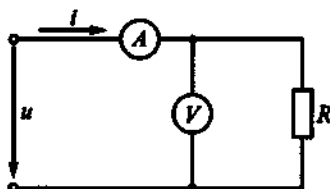

Рис. 68
3.5. Напряжение на зажимах цепи (рис. 68) $u = 100 \sin 314t$. Каковы показания амперметра и вольтметра в этой цепи, если $R = 100 \text{ Ом}$.